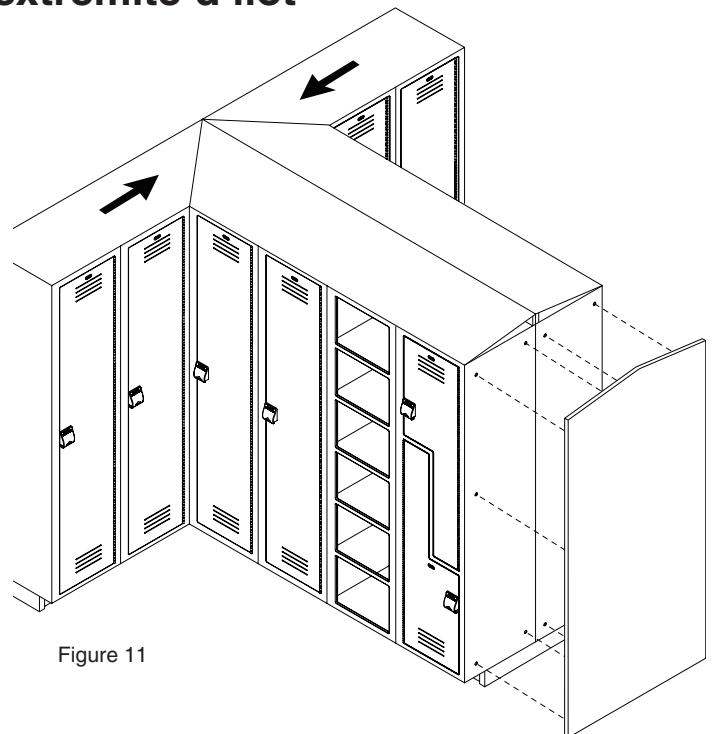

Figure 11
2. Fixer le panneau d'extrémité aux casiers avec les vis n° 6 x 5/8 po lg fournies (voir Figure 11).